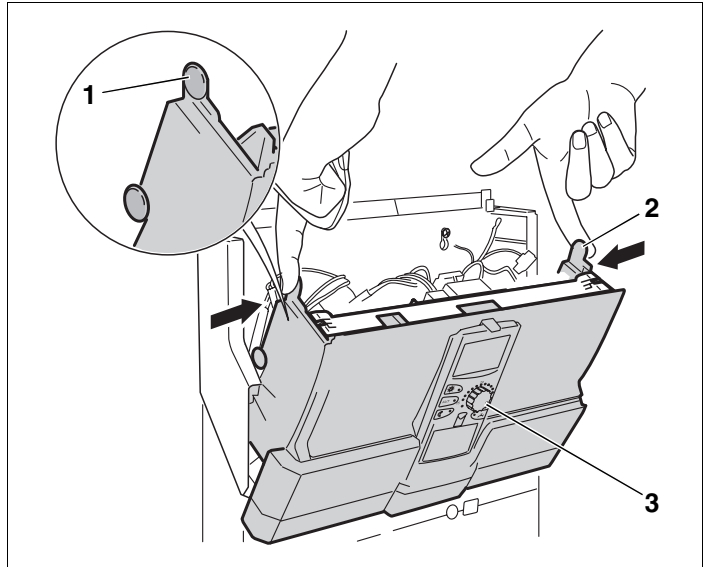

Abb. 3 Gerätevorderteil ausklappen
- Obere Noppen (Abb. 3, **Pos. 1 und 2**) auf beiden Seiten nach innen drücken.
- Das Gerätevorderteil mit dem MEC 2 (Abb. 3, **Pos. 3**) nach vorne ausklappen.